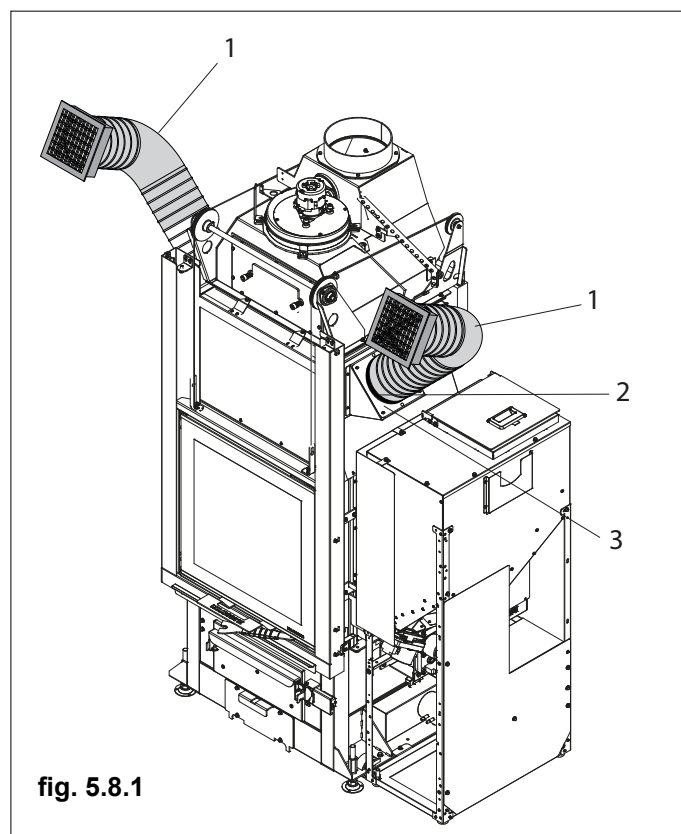

fig. 5.8.1
Fixer le tuyau (1) aux colliers (3) à l'aide des bandes de serrage (1) (Fig. 5.8.1).